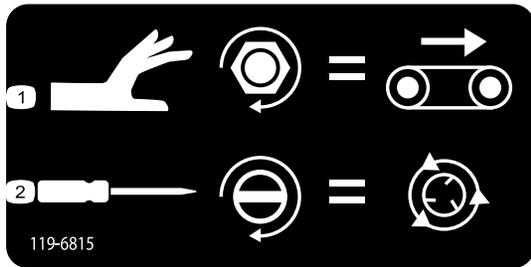

图44
- 要调整输送带速度（图44）、请顺时针转动调节钮。在颜色代码操作系统中所使用的是最大输送带速度、所以在没有液压流量的时候进行调整。料斗装满沙子时、这一操作非常关键。
- 要调整甩盘速度（图44）、请使用一字螺丝刀、顺时针转动增加速度、逆时针转动降低速度。